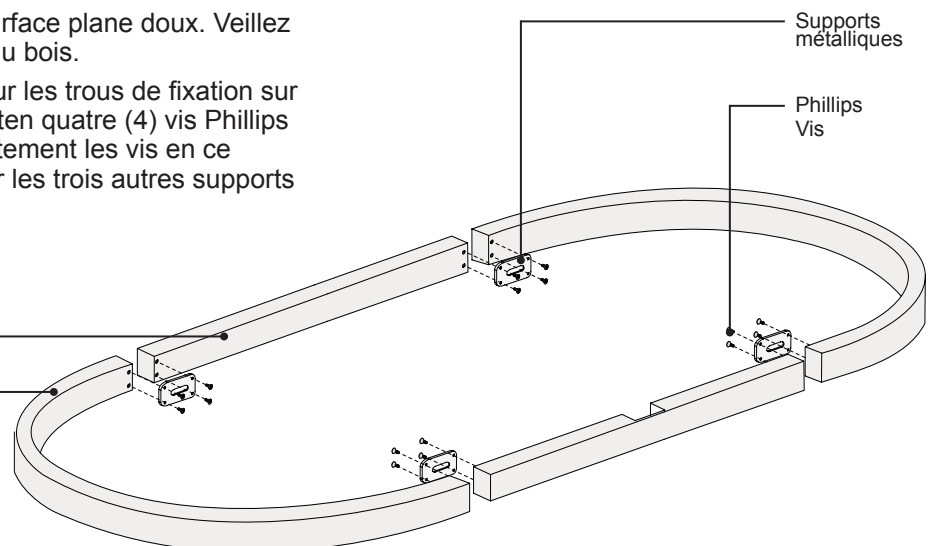

Figure 13. Assemblée à ossature de bois
- 3 Placer un support métallique (1) sur les trous de fixation sur les longerons. Insérer et fingertighten quatre (4) vis Phillips à tête plate. Ne pas serrer complètement les vis en ce moment. Répétez cette étape pour les trois autres supports métalliques (3) (Figure 13).